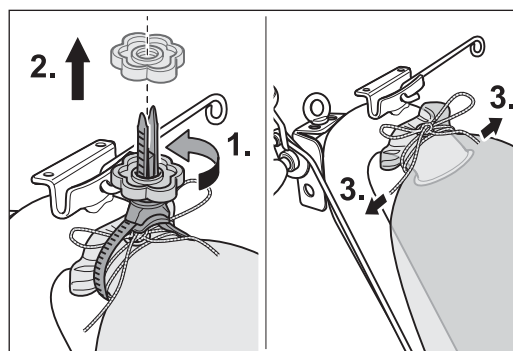

Abb. 36 Den MultiClip lösen (1. und 2.) und die Schleife am Staubsaack öffnen (3.).
- 3 Lösen Sie den MultiClip-Staubsaackverschluss durch das Aufdrehen der Mutter (Abb. 36, 1. und 2.) und nehmen Sie den MultiClip ab. Öffnen Sie die Schleife der Kordel am Staubsaack (Abb. 36, 3.).